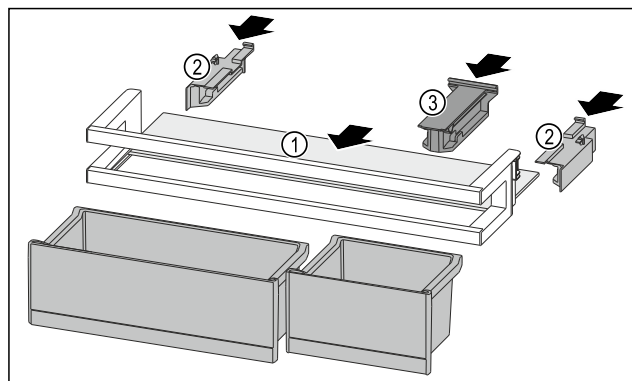

Fig. 124
- Inserire il ripiano Fig. 124 (1) negli incavi laterali.
- Inserire gli elementi laterali Fig. 124 (2).
- Inserire l'elemento di tenuta Fig. 124 (3).